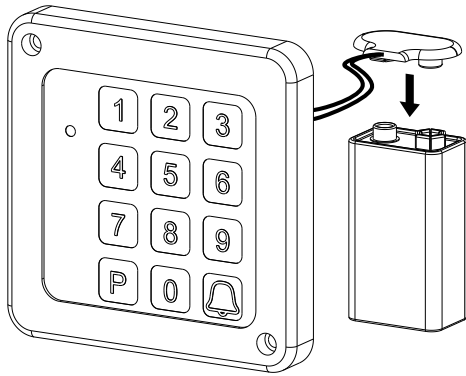

Fig. 1
- brancher la batterie avec la façade du clavier comme indiqué sur la fig. 1 ;
- conecte la batería al frente de la botonera tal como muestra la fig. 1;